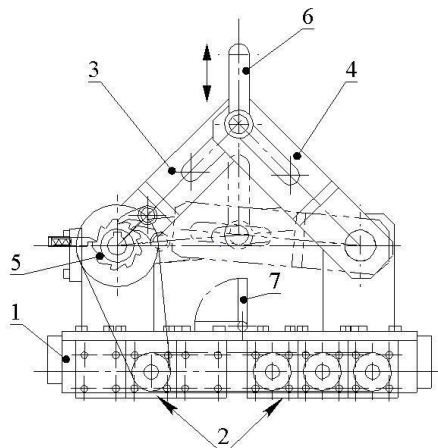

Рис. 2. Устройство магнитного грузоподъемного захвата серии «ЛЗА»
3.1. Конструкция захвата изображена на Рис.2. Она представляет собой сложную управляемую магнитную систему, встроенную в цельный металлический корпус (1). Рабочей поверхностью захвата является нижняя часть корпуса – магнитная подошва (2). Несущими и управляющими элементами захвата являются подвижные рычаги (3) и (4), сочлененные между собой с помощью неразъемной такелажной скобы (6). Скоба служит для подвеса магнитного грузозахвата к грузоподъемным механизмам (кран, лебёдка, и. т. д.).